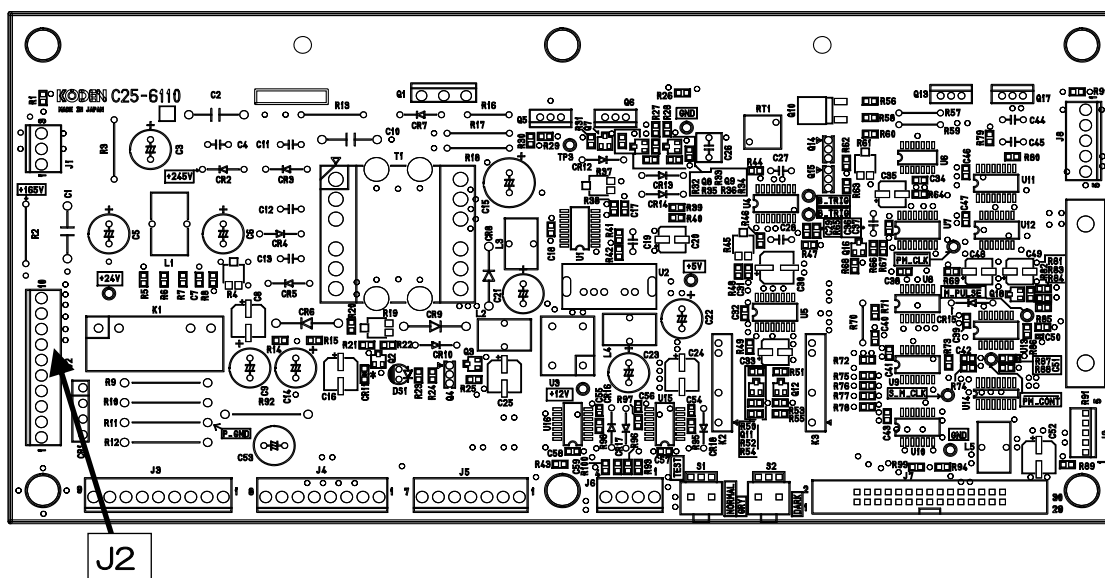

図 4.2 C25-6110 J2 配置説明図
3. C25-6110 の J2-1、3ピン間の電圧をテスターで測定してください。J2 のコネクタは接続した状態で測定してください。（図 4.2 参照）